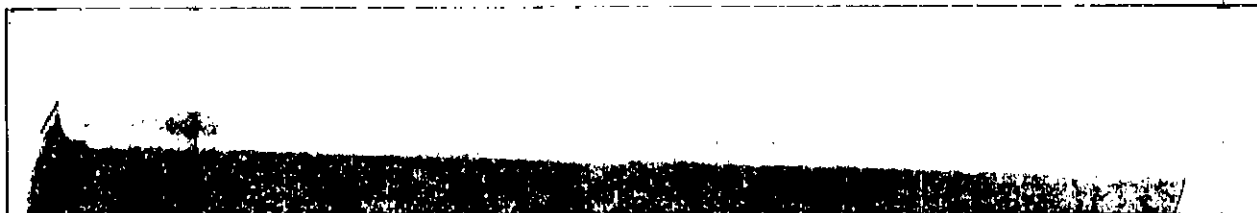

Imagen 1
- Antes de utilizar el producto, verificar que se encuentra en buenas condiciones y asegurarse que se encuentran todas las partes como se indica en la Imagen1.